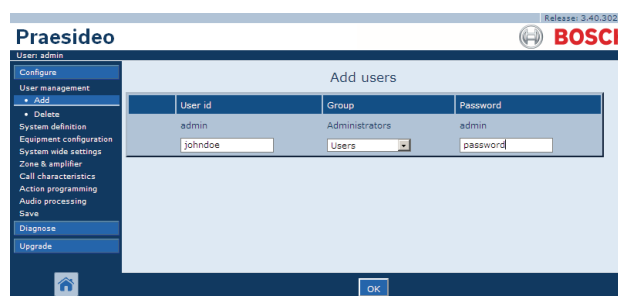

Abb. 41.3: Neuen Benutzer definieren, Schritt 2-4
- 2 Geben Sie die Benutzerkennung im Feld *User id* ein. Dieses Kennwort kann bis zu 16 Zeichen lang sein. Beispiel: *johndoe* (siehe Abb. 41.3).
- 4 Geben Sie das Kennwort des neuen Benutzers im Feld *Password* ein. Dieses Kennwort kann bis zu 16 Zeichen lang sein. Beispiel: *Kennwort* (siehe Abb. 41.3).